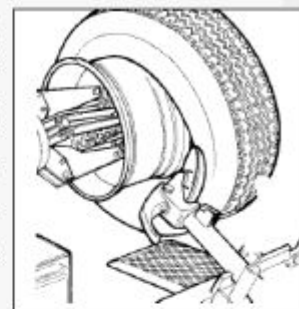

Рисунок 16
- 1) Если шина снимается легко, после освобождения бортиков протолкните отжимной диск шины, пока не покажутся оба бортика (см. рис. 16).